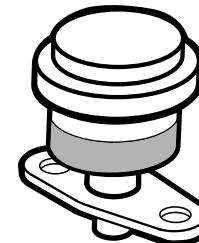

Figura 57
Revise el filtro del limpiador de aire primario únicamente cuando el indicador de mantenimiento (Figura 57) lo requiera. El cambiar el filtro antes de que sea necesario sólo aumenta la posibilidad de que entre suciedad en el motor al retirar el filtro.
1. Compruebe el indicador de obstrucción del filtro. Si el indicador se ve rojo, es necesario limpiar o cambiar el filtro de aire (Figura 57).